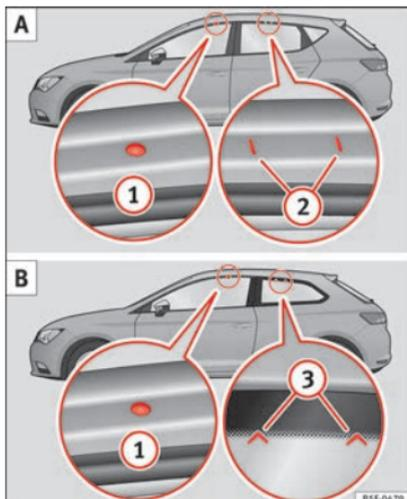

Fig. 138 LEON/LEON SC: punti di fissaggio delle barre longitudinali per il portapacchi sul tetto.
I punti di fissaggio anteriori e posteriori ① e ② sono visibili soltanto se le porte sono aperte » **fig. 138 A.**
I punti di fissaggio anteriori ① sono visibili soltanto se le porte sono aperte. I punti di fissaggio posteriori ③ sono contrassegnati sul bordo superiore del vetro laterale dalle frecce » fig. 138 B.